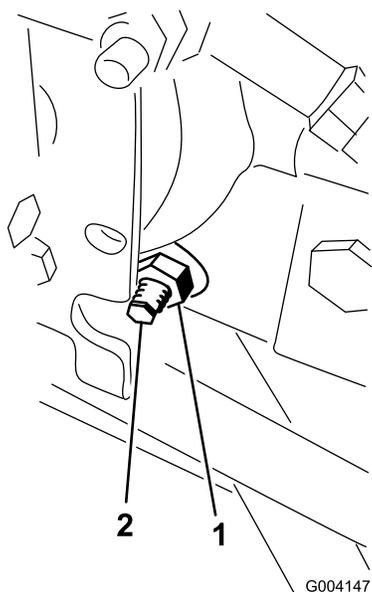

Рисунок 64
3. С правой стороны гидростата ослабьте контргайку кулачка регулировки тяги (Рисунок 64).